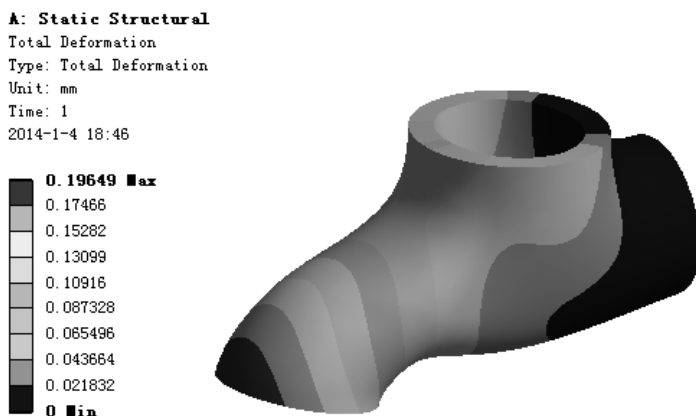

图 9.4.14 位移变形结果图解
(3) 查看位移结果图解。在“Outline”窗口中选中  **Total Deformation**，查看图 9.4.14 所示的位移变形结果，其最大位移为 0.19649mm。